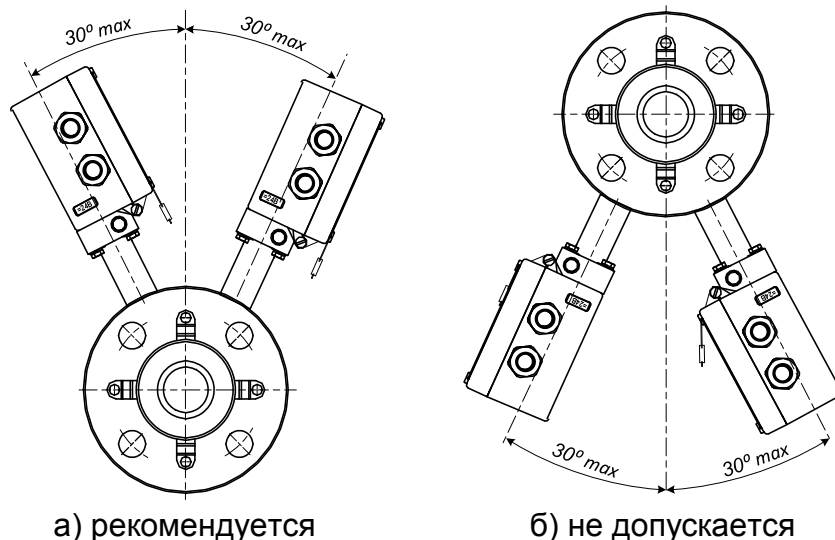

Рис.3. Расположение измерительного блока ЭМР при монтаже.
3.2.5. При монтаже в горизонтальный или наклонный трубопровод рекомендуется располагать ЭМР измерительным блоком (ИБ) кверху (рис.3а). Угол отклонения оси стойки ИБ от вертикальной плоскости, проходящий через ось трубопровода, не должен превышать 30°.
3.3.5.1. Установить расходомер таким образом, чтобы ось стойки блока измерения располагалась в вертикальной плоскости с отклонением не более 30° (см. рис.3), а стрелка на ППР совпадала с направлением потока жидкости.